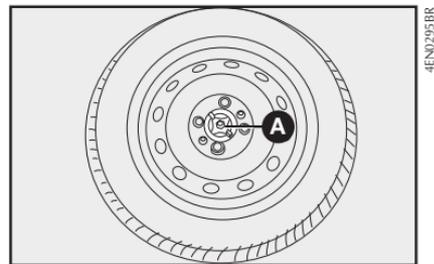

fig. 32
- Fixar a roda com o dispositivo de bloqueio **A-fig. 32**.